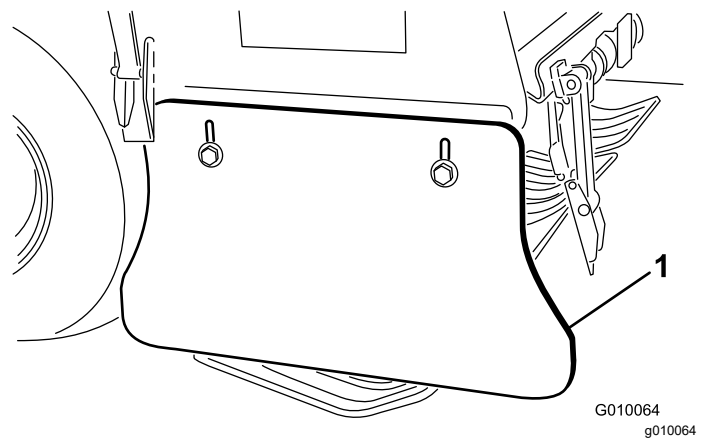

Figura 67
2. Afloje los pernos y tuercas que sujetan el protector lateral al bastidor (Figura 67).